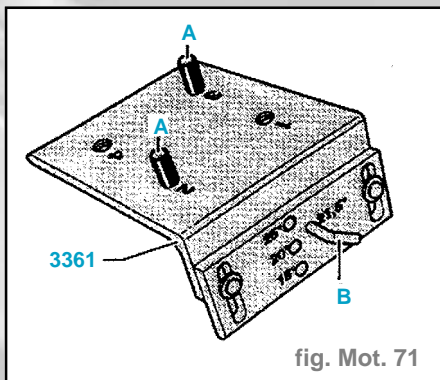

fig. Mot. 71
- mettre en place les goujons (A) des alésages des boulons de culasse dans les logements 2 et 3 (fig. Mot. 71).
- Introduire la goupille d'arrêt (B) dans l'alésage respectif de l'angle de portée.